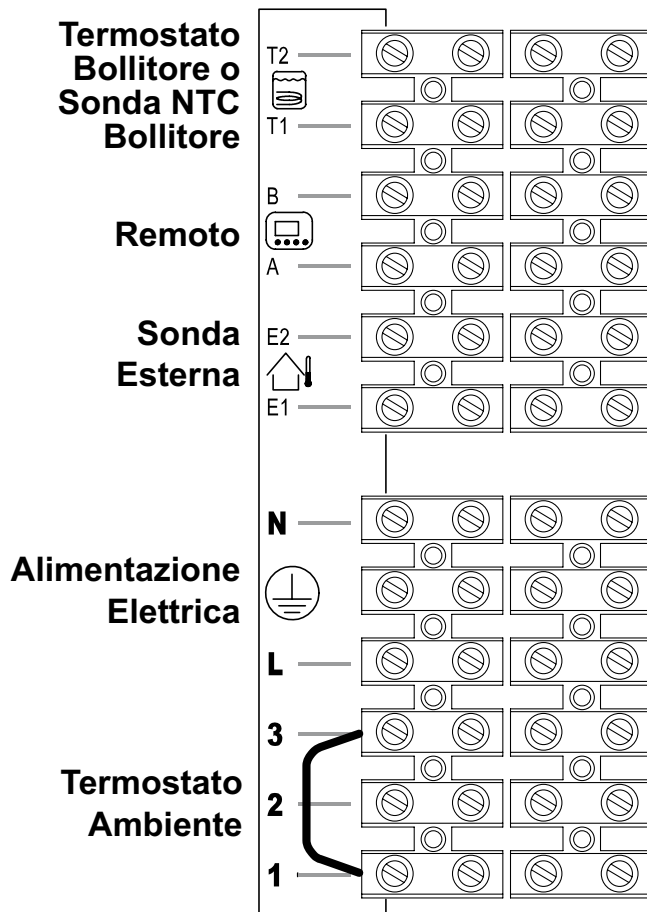
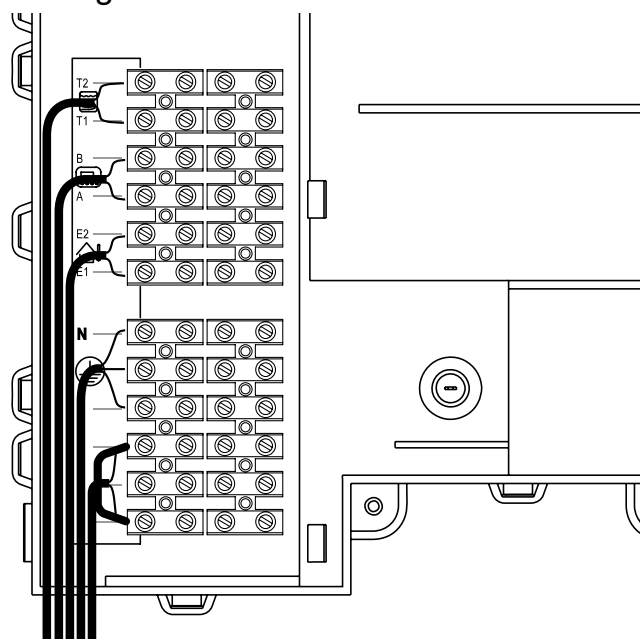

Figura 5.20
Figura 5.21
- Collegare il cavo di alimentazione elettrica proveniente dall'interruttore onnipolare alla morsetti di alimentazione elettrica della caldaia Figura 5.20 rispettando la corrispondenza della linea (filo marrone) e del neutro (filo azzurro).
Il percorso del cavo o dei fili di alimentazione elettrica della caldaia e del termostato ambiente devono seguire il percorso indicato in Figura 5.21 .
Per il collegamento di un termostato ambiente servirsi dei morsetti indicati in Figura 5.20.
Per il collegamento di valvole di zona servirsi dei morsetti termostato ambiente indicati in Figura 5.20 e Figura 5.21. I conduttori elettrici dei contatti del micro della valvola di zona vanno inseriti nei morsetti “1 e 3” del-
la morsettieria termostato ambiente come in Figura 5.21 .
Il percorso dei fili di collegamento della sonda esterna devono seguire il percorso indicato in Figura 5.21 .